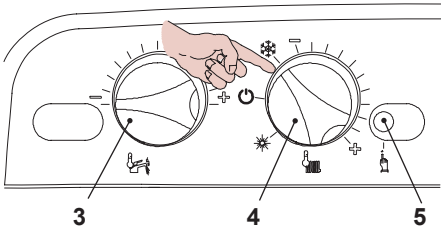
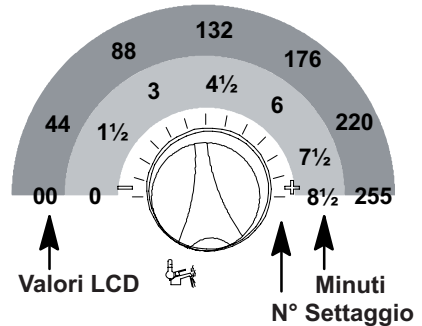

Fig. 5.81
Fig. 5.85
- Posizionare le manopole 3 e 4 come indicato in Fig. 5.81.
- Per settare il tempo di frequenza di riaccensione bisogna entrare in programmazione premendo per 15 secondi il pulsante di ripristino **5**, in Fig. 5.81 fino alla comparsa del parametro **P01** sul display LCD; sul display LCD compare la seguente visualizzazione (la sequenza **P01** si alterna ---).
- Premere il pulsante di ripristino **5** in Fig. 5.81 per lo scorrimento dei vari parametri sino al raggiungimento del parametro **P10** valido per il settaggio della frequenza di riaccen-
- Per cambiare il settaggio ruotare la manopola regolazione temperatura sanitari **3** in Fig. 5.81 e posizionarla sul tempo prescelto Fig. 5.85 (nella figura esempio manopola settata per frequenza di riaccensione di 3 minuti).
Il passo del settaggio della manopola **3** Fig. 5.85 corrisponde a un valore letto sul display LCD di circa **44** (90 secondi) e questo valore può essere variato fino a circa **255** (8 minuti e mezzo); nell'LCD la sequenza **P10** si alterna con **60**.